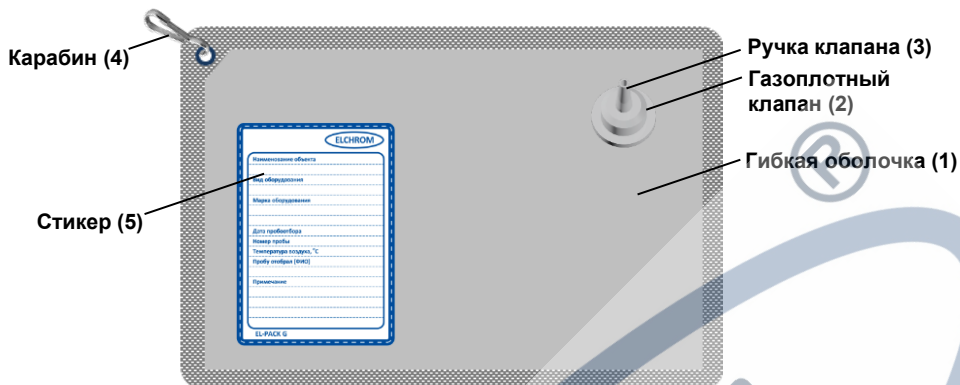

Рис. 1. Общий вид пробоотборника
4.1. Пробоотборники (Рис. 1) являются изделиями многократного применения. Оболочка (1) пробоотборника изготовлена из многослойного полимерного материала с барьерными слоями, обеспечивающими одновременно гибкость и газоплотность.